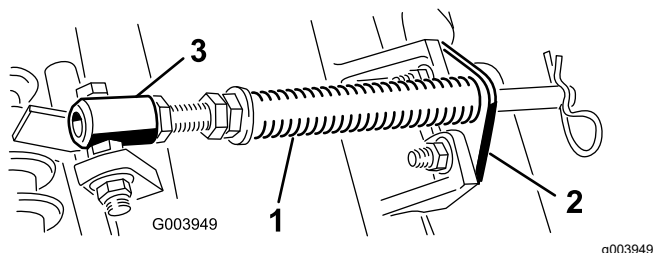

Рисунок 4
- A. Отверните два каретных болта и гайки крепления кронштейна штока к выступам режущего блока (**Рисунок 4**).
- B. Отверните фланцевую гайку крепления болта трубки пружины к выступу несущей рамы (**Рисунок 4**). Снимите этот узел.
Примечание: Головку болта следует расположить в направлении наружной стороны выступа, как показано на **Рисунок 4**.